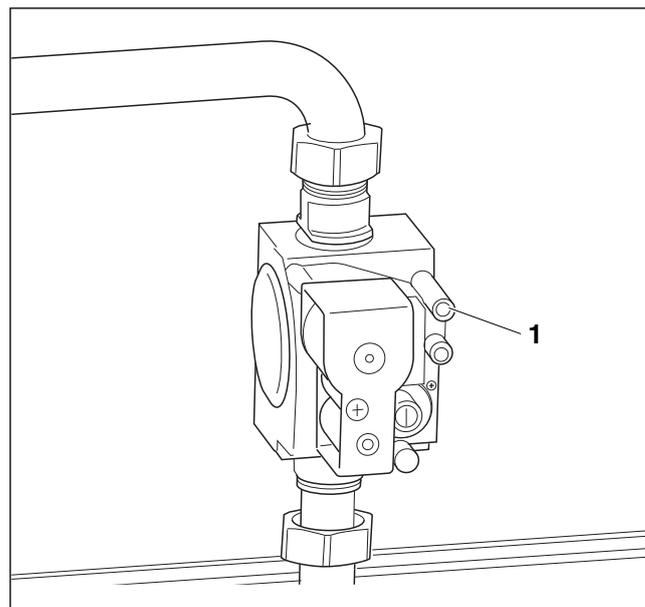

Рис. 50 Газовая арматура "SIT" 840 Sigma
- ▶ Снять измерительный шланг и вновь закрутить измерительный ниппель (→ рис. 50, [1]).